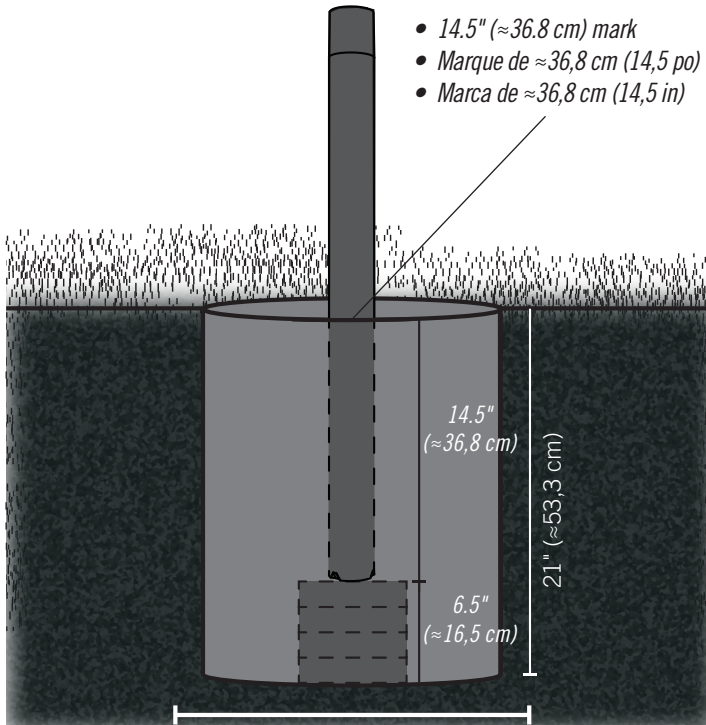
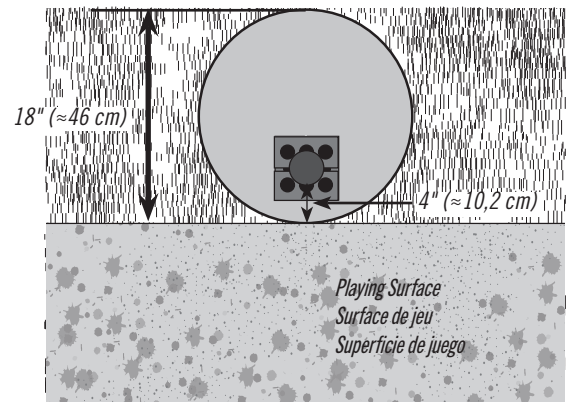

Fig. 1
Fig. 2
- Set the bottom of the bottom pole onto the bricks or patio blocks. The 14.5" (≈ 36.8 cm) mark on the pole should be flush with the playing surface (Fig. 1). If it is not flush, the system will not adjust to the correct heights. The edge of the pole should be 4" (≈ 10.2 cm) from the playing surface (Fig. 2) to ensure the back board overhangs the playing surface. If it is not, adjust it.
- Mettre l'extrémité inférieure du poteau inférieur sur les briques ou dalles de patio. La marque de $\approx 36,8$ cm (14,5 po) devrait être au ras de la surface de jeu (Fig. 1). S'il n'est pas affleurant, le système ne s'ajustera pas aux hauteurs correctes. Le bord du poteau devrait être 4 po ($\approx 10,2$ cm) de la surface de jeu (Fig. 2) pour assurer que le panneau surplombe la surface de jeu. Sinon, l'ajuster.
- Colocar el extremo inferior del poste inferior sobre los ladrillos o los bloques de patio. La marca de $\approx 36,8$ cm (14,5 in) debería estar al ras de la superficie de juego (Fig. 1). Si no está enrasado, el sistema no se ajustará pas a las alturas correctas. El borde del poste debería estar 4 in ($\approx 10,2$ cm) de la superficie de juego (Fig. 2) para asegurar que el tablero sobresale por encima de la superficie de juego. Si no, ajustarlo.